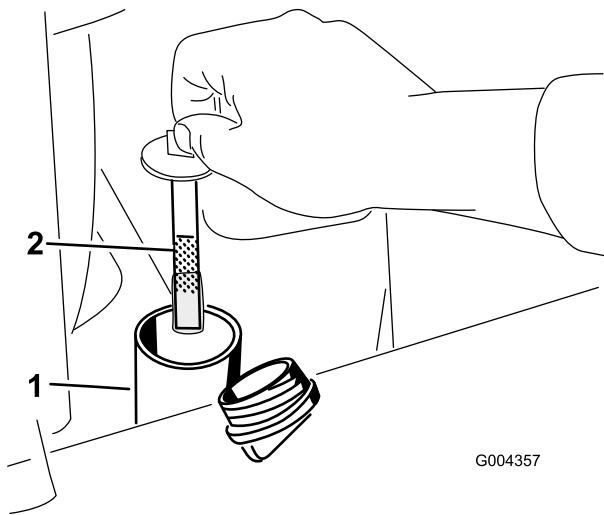

Bild 57
5. Entfernen Sie den Deckel des Hydraulikbehälters und den Peilstab (Bild 57).